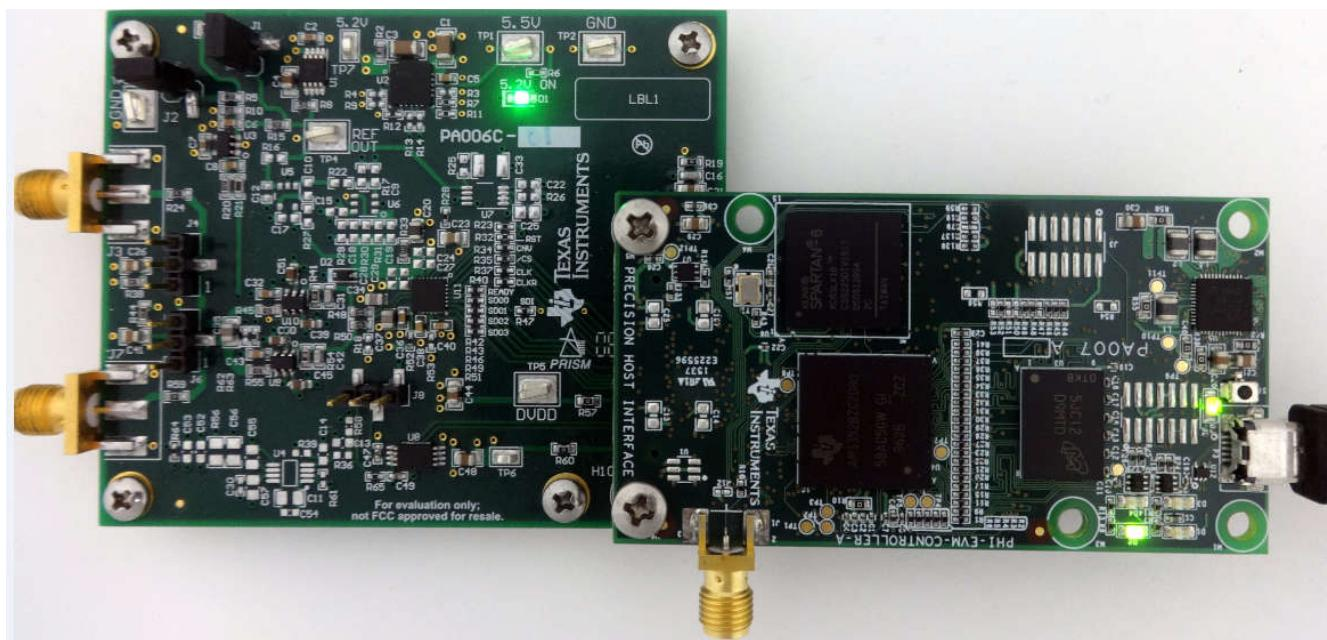

图 6-1. EVM-PDK 硬件设置和 LED 指示灯
1. 将 ADS9110EVM 连接到 PHI。按图 6-1 中所示安装两个螺钉。
- PHI 上的 LED D1 和 D2 开始闪烁，表示 PHI 已启动且正在与 PC 通信。图 6-1 显示了相应的 LED 指示灯。